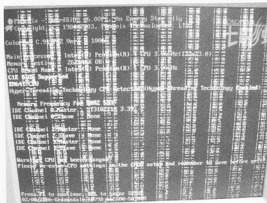

图 5-98 小花
(1) 上机测试，发现花得不算严重，勉强可以辨认，如图 5-98 所示。